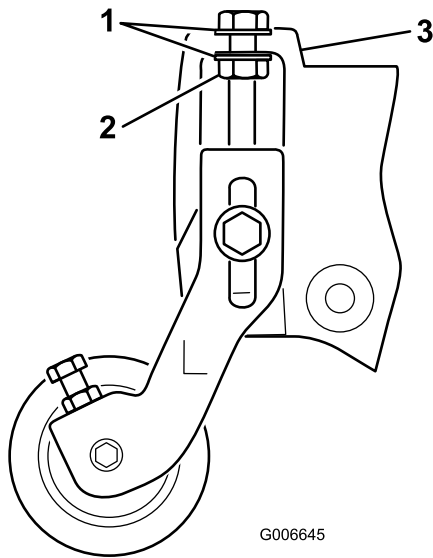

図 5
注 刈高調整ボルトのワッシャが、フランジの左右に配置されるようにすること 図 5。
10. ワッシャがサイドプレートのフランジに接触するまで刈高調整ボルトを締め付け、そこから、ナットを 1/2 回転だけ戻す 図 5。